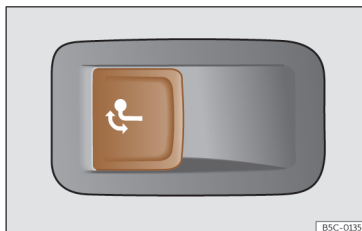

Fig. 199 No lado esquerdo da bagageira: botão para desbloquear o gancho de reboque.
- Puxe o botão»» Fig. 199 de forma breve. O gancho de reboque desbloqueia-se eletricamente e roda-se automaticamente para fora. A luz de controlo do botão pisca.
- Puxe o botão»» Fig. 199 de forma breve. O gancho de reboque desbloqueia-se eletricamente.
- Se o aviso de controlo do botão»» Fig. 199 → *pisca*, significa que o gancho de reboque ainda não encaixou corretamente ou está danificado »» ⚠.
- Se a luz de controlo»» Fig. 199 → *permanecer acesa* com a porta da bagageira aberta, o gancho de reboque está corretamente encaixado, tanto quando está retirado como quando está oculto.
- Não pressione nunca o botão»» Fig. 199 quando tiver um reboque engatado ou estiver montado um porta-bagagens ou outros acessórios sobre o gancho de reboque.